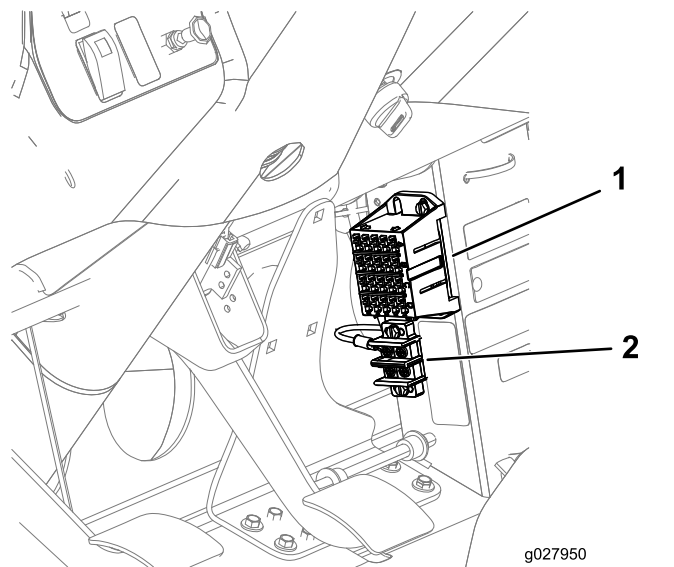

Figura 34
2. Conectai terminalul cu inel de pe cablaj la blocul de împământare i introducei conectorul blocului de sigurană într-o conexiune a blocului de sigurană disponibil (Figura 34).